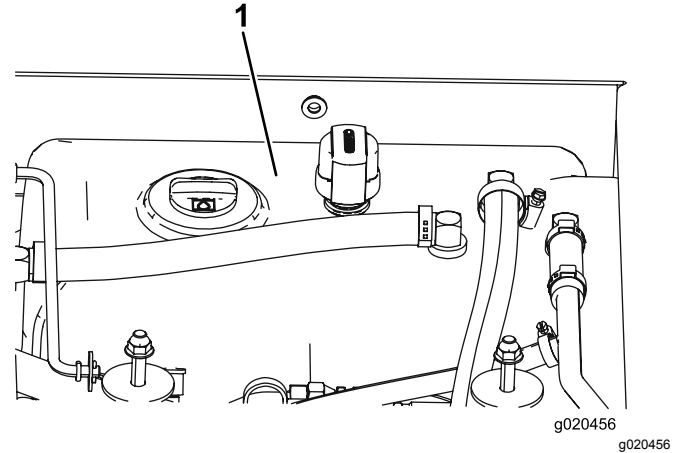

Figure 117
- Remplissez le réservoir (Figure 117) de liquide hydraulique ; voir Contrôle du niveau de liquide hydraulique (page 80).